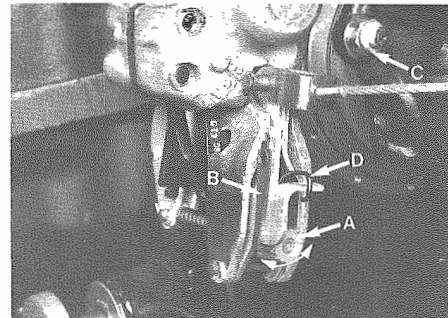

Fig. 3 - A - Dado dentato - Castle nut
Avvicinare le ganasce: ruotare il dado dentato A (**Fig. 3**). Registrare le ganasce alla distanza prescritta (vedi pag. 14-1). Per allontanare le ganasce sollevare il fermo B (**Fig. 3**) e ruotare in senso inverso il dado dentato.
NOTA - Il gioco tra ganasce freno a mano e disco misurato con spessimetro deve essere quello prescritto (vedi pag. 14-1). La registrazione cavi e leve deve essere eseguita sul registro 1; non usare tale registro per diminuire l'eccessivo gioco delle pastiglie freno a mano: a tal fine agire sempre sul settore dentato (**Fig. 3**).
Approach shoes: rotate castle nut A (**Fig. 3**). Adjust shoes at the indicated distance (see page 14-1). To move away the shoes, lift retainer B (**Fig. 3**) and rotate in the opposite direction castle nut.
NOTE - The clearance between hand brake shoes and disc measured by using a feeler gauge must be as prescribed (see page 14-1). Cables and levers adjustment is carried out by acting on adjuster 1; do not use this adjuster to decrease the excessive clearance of hand brake shoes; to this purpose act always on castle nut (**Fig. 3**).
- Estrarre la molla D (**Fig. 3**) e la corrispondente sull'altra pastiglia.
- Take out spring D (**Fig. 3**) and the corresponding one on the other pad.